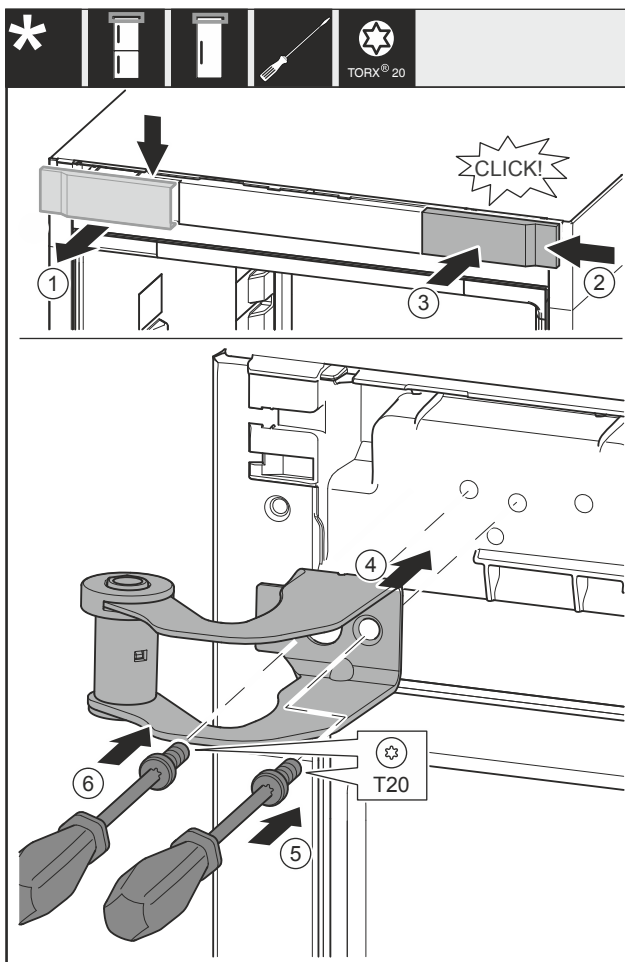

Fig. 11
- Noņemiet pārsegu Fig. 11 (1) no augšas uz priekšu.
- Iekabiniet pārsegu Fig. 11 (2), pagrieztu par 180°, otrajā pusē no labās puses.
- Nofiksējiet pārsegu Fig. 11 (3).
- Pielieciet augšējo gultņa balstu Fig. 11 (4).
- Aizskrūvējiet skrūvi Fig. 11 (5).
- Aizskrūvējiet skrūvi Fig. 11 (6).